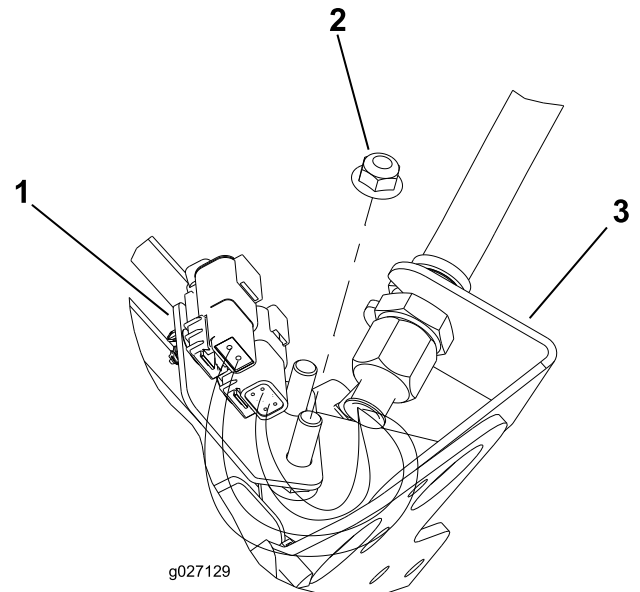
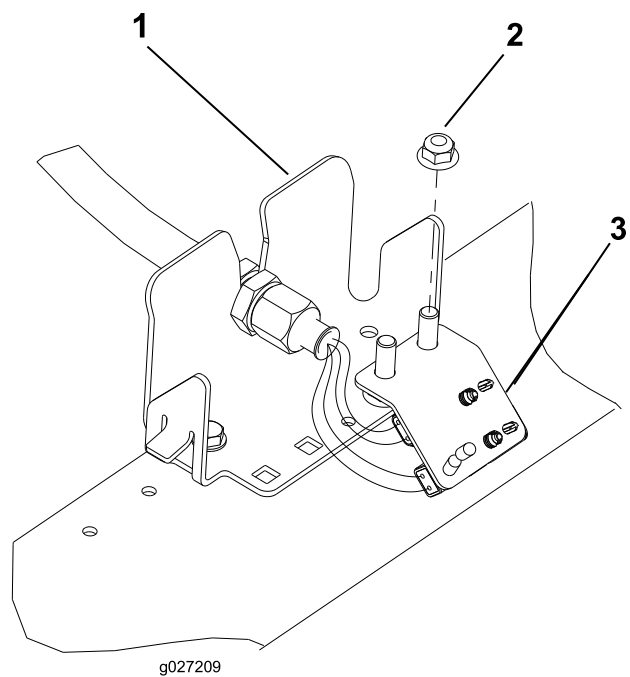

图2
图5
6. 对剩余（4 个）隔板位置重复相关步骤，如图2至图5所示。